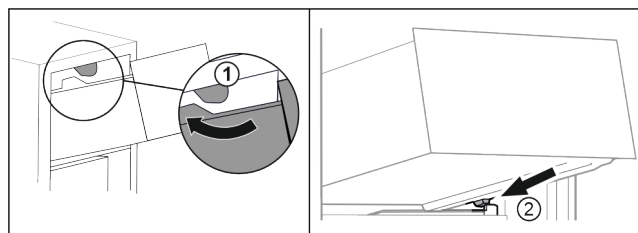

Fig. 16
- ▶ Lade om de bovenste stopper leiden Fig. 16 (1).
- ▶ Lade schuin achter de achterste stoppers op de containerrib plaatsen Fig. 16 (2).